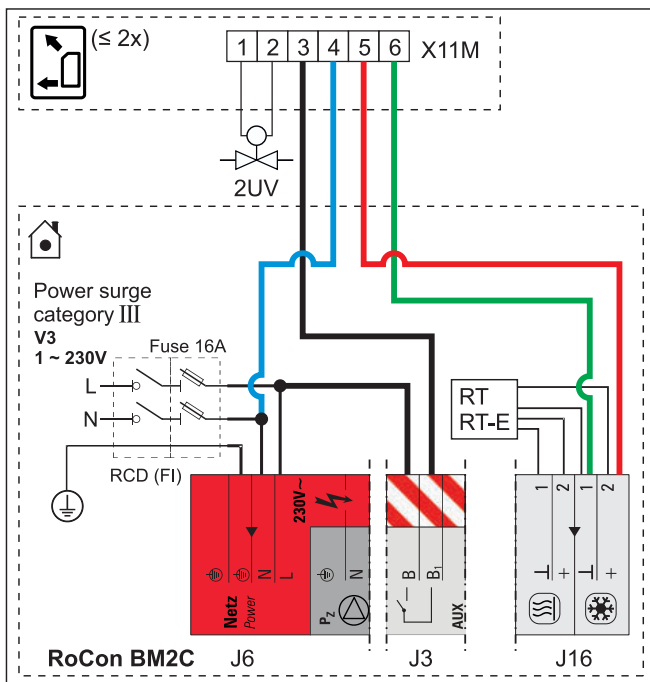

Bild 4-41 Anschluss HP convector (max. 2) an das Innengerät
- Elektrischer Anschluss des HP convectors mit folgendem Zubehör entsprechend Bild 4-41 als Umschaltkontakt (Heizen/Kühlen) am Basismodul.